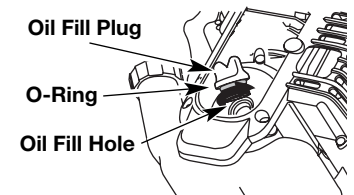

Fig. 23
**REMARQUE:** Assurez-vous que le joint torique est mis sur le bouchon de remplissage / jauge d'huile au moment de la vérification et du changement d'huile (Fig. 23).